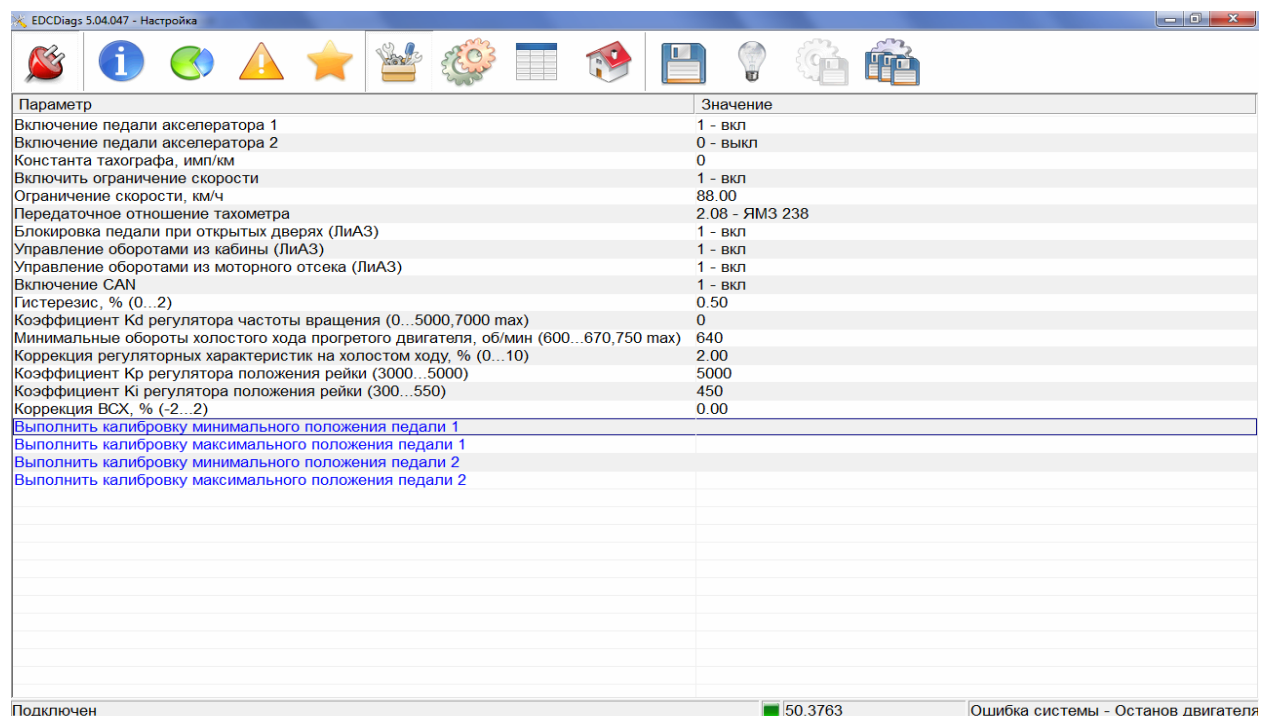

Рис. 3.8
3.8.1. Выбрать вкладку «Настройка»  (Рис. 3.8.). Отображаемые параметры соответствуют значениям, которые сохранены в блоке управления.
3.9.1. Выбрать вкладку «Настройка»  (Рис. 3.8.).